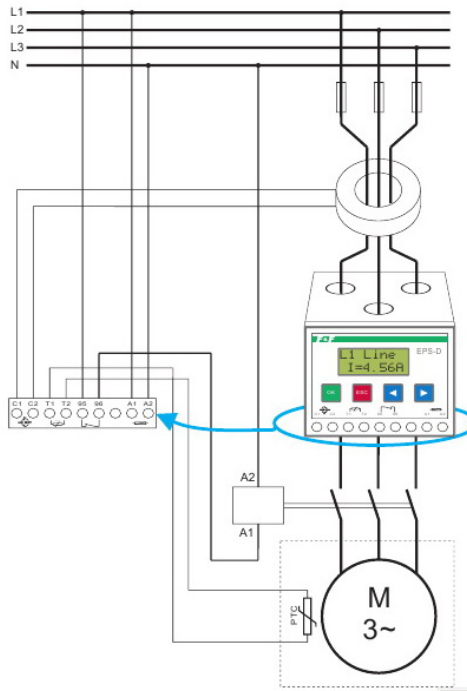

Рис. 2: Схема подключения EPS-D к электрической цепи
4. Провода, питающие электродвигатель, пропустить через отверстия в корпусе. Подключить EPS-D согласно схеме на рис. 2. При защите двигателя с пусковой системой «Звезда-треугольник» подключить изделие согласно рис 3. Зажимы A1-A2 – напряжение питания. Зажимы 95-96 – контакты исполнительного реле.